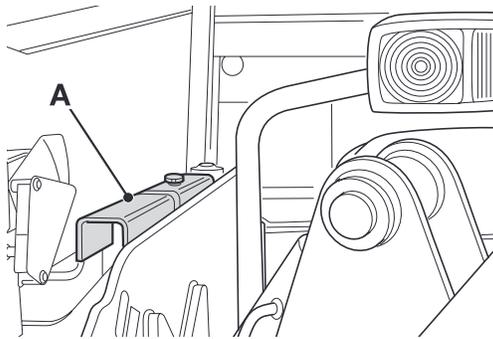

Fig 178.
531-70, 533-105, 535-95, 536-60, 536-70, 541-70, 550-80	⇒ Fig 178. (193)